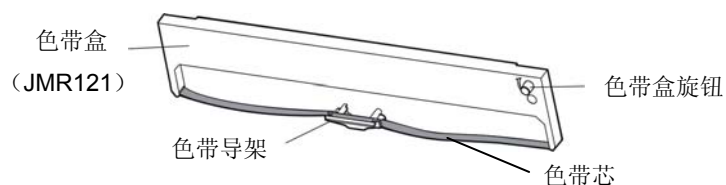

图 2-8 色带盒
6. 取出色带盒，将有旋钮的一面朝向自己，按箭头方向旋转色带盒旋钮，绷紧色带芯，以便于安装（如图 2-8 所示）。